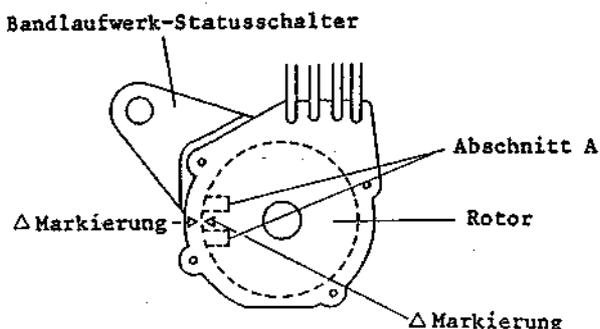

Abb. 3-4
4. Kontrolle der Position des Andruckrollenarmes (Abb. 3-4)